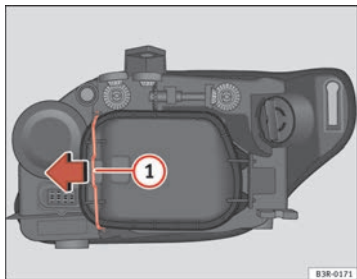

Abb. 220 Glühlampe des Standlichts
Ein vorheriges Abnehmen des Deckels ⇒ Seite 291, Abb. 220 ist zwar nicht notwendig, erleichtert aber den Ersatz der Lampe des Tagfahrlichts. ■
- Den Spanner ⇒ Abb. 220 ① in Pfeilrichtung bewegen und den Deckel abnehmen, indem zuerst die Seite des Spanners und danach die beiden Laschen des anderen Endes des Deckels abgenommen werden.